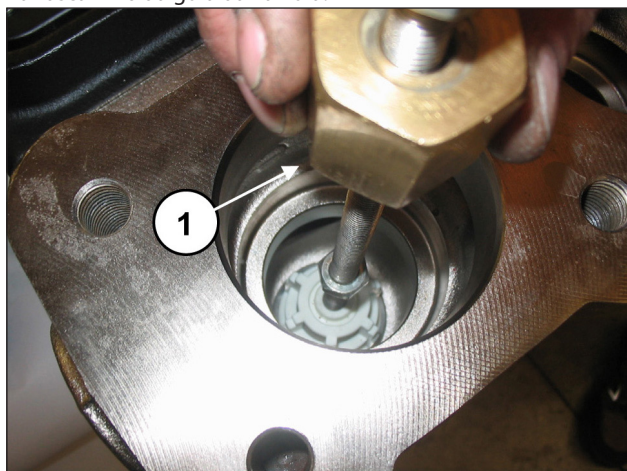

Fig. 105
Extraia o grupo da válvula de aspiração por meio de um martelo extrator (cód. 27516400) a ser aplicado no orifício M10 da guia da válvula (pos. ①, Fig. 105) ou, além disso, um possível adaptador M10-M16 (código 25089700) a ser aplicado na rosca M16 da guia da válvula.